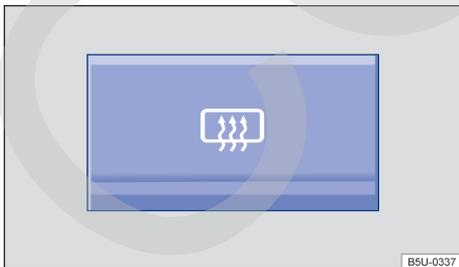

Fig. 116 En la consola central: botón del desempañador de la luneta.
- Presionar el botón  → fig. 116 para encender el desempañador de la luneta.